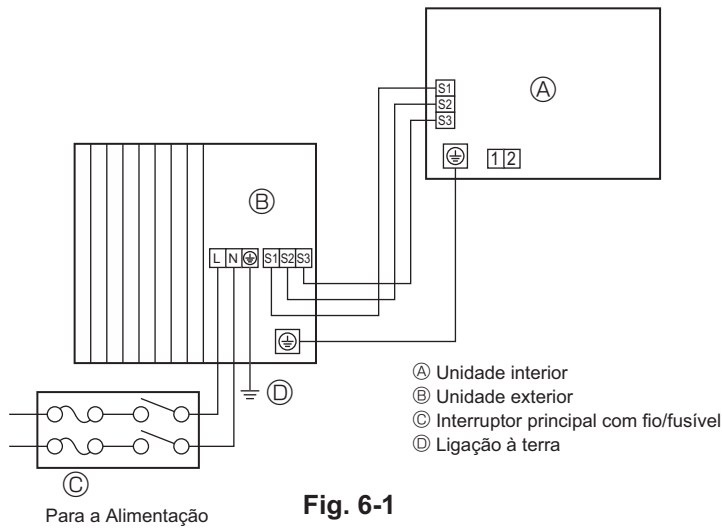
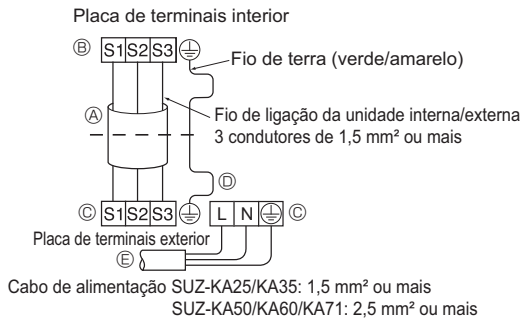
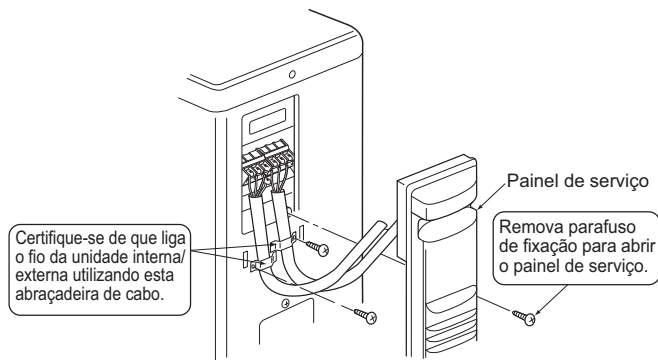
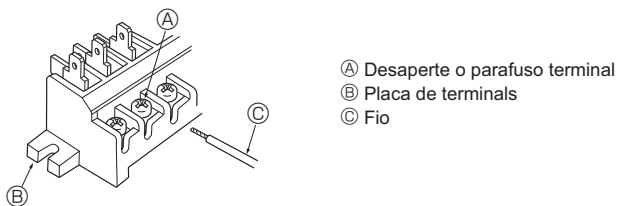

Fig. 6-1
Fig. 6-2
Fig. 6-3
Fig. 6-4
### 6.1. Unidade exterior (Fig. 6-1, Fig. 6-2, Fig. 6-3, Fig. 6-4)
- ① Retire o painel de serviço.
- ② Ligue os cabos referentes à Fig. 6-1, Fig. 6-2, Fig. 6-3 e Fig. 6-4.
- Faça as ligações tal como demonstrado no diagrama, na parte inferior esquerda. (Obtenha o cabo a nível local) (Fig. 6-2)
- (A) Cabo de ligação
- (B) Placa de terminais interior
- (C) Placa de terminais exterior
- (D) Instale sempre um fio de terra que seja mais comprido do que os outros cabos.
- (E) Cabo de alimentação
- **Seja prudente para não trocar a cablagem. (Fig. 6-4)**